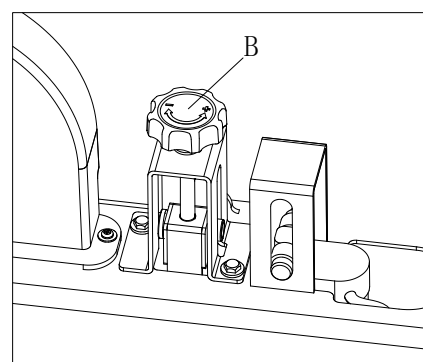

Figure 21
- Tournez le dispositif de réglage de la brosse principale (B, figure 21) du côté droit de la machine de la manière suivante :